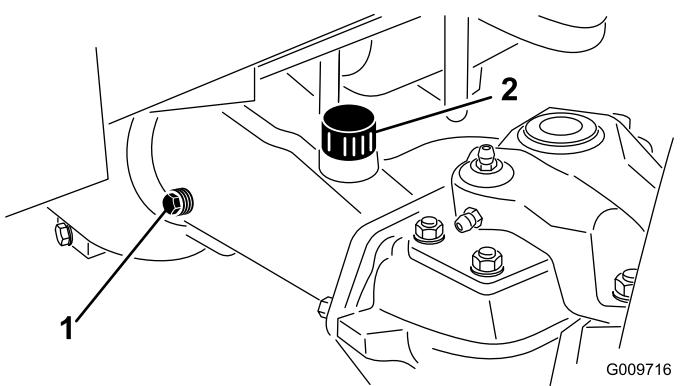

Bild 72
2. Entfernen Sie eine Prüfschraube aus einem Ende der Achse und stellen sicher, dass das Öl die Unterseite des Lochs erreicht (Bild 72).